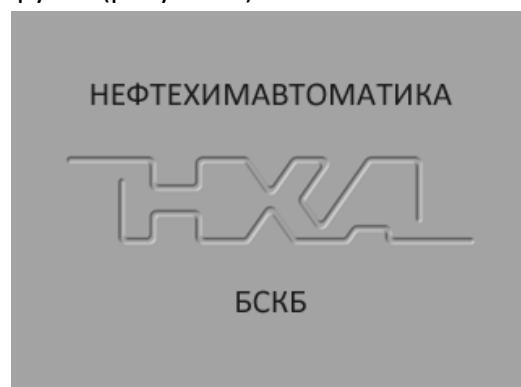

Рисунок 6 – Окно загрузки
- 3.3.3 Включить аппарат тумблером «Сеть» на левой торцевой стенке блока управления – на дисплее отобразится окно загрузки (рисунок 6).